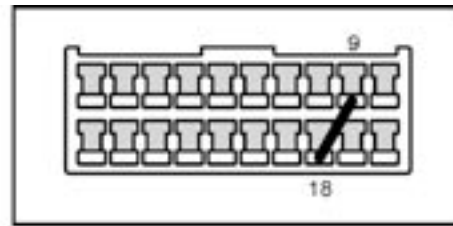

Рисунок 3. Установка перемычки на разъеме иммобилизатора
- 6.2 При отсутствии в системе иммобилизатора проверьте наличие перемычки на его разъеме (рисунок 3).